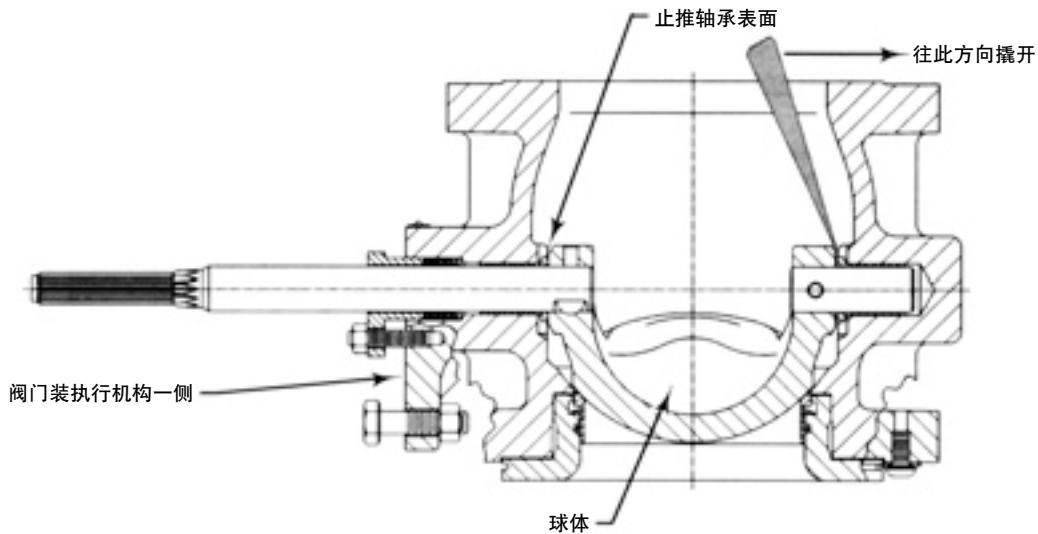

图6. 显示撬棒的典型V形切口球阀
3. 取下执行机构盖子。记下执行机构相对于阀体的方位及杠杆相对于阀门驱动轴的方位(见图6)。
2. 为有助于确保密封件（件号 11）上的 Vee-Ball（件号 2）正确对准中心，一定要确保在你安装或拧紧新填料时，球体是关闭的。在球体下吊耳和阀体之间插入螺丝刀、撬棒或者类似的工具。用撬棒移动球体，使其紧靠阀门（见图 6）的执行机构一侧的轴承。球体应保持于此位置，直至你完成了填料的安装与调整为止。
2. 为有助于保证球体（件号2）和密封件（件号11）在四周正确地对中，当你安装密封件或流量环和密封保护环时，一定确保球体置于关闭位置。将螺丝刀、撬棒或类似的工具插入球耳和阀体之间（参见图6）。